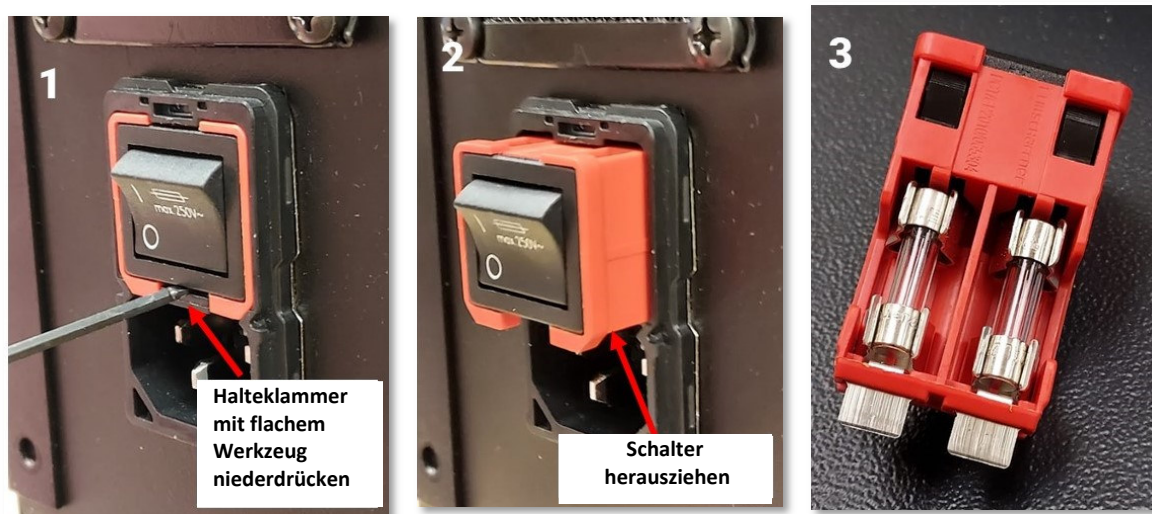

Bild 26: Sicherung in der Netzstromeinheit ersetzen
- Mit einem kleinen Schlitzschraubendreher oder einem ähnlichen Werkzeug (siehe Bild 26) den Arretierstift unten am Schalter vorsichtig nach innen drücken.